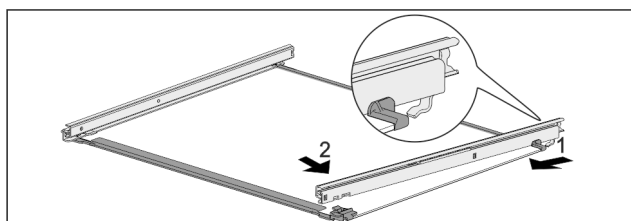

Fig. 45 Скляна пластина з рейками
- ▶ Зачепити рейку ззаду. Fig. 45 (1)
- ▶ Зафіксуйте рейку спереду. Fig. 45 (2)